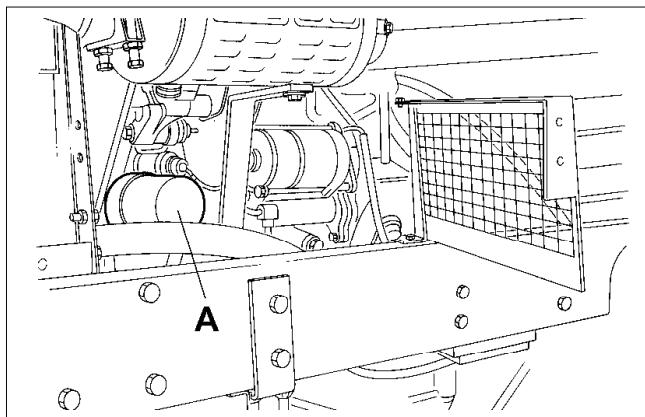

Fig.27
- Ölfilterpatrone (A Bild 27) vom Motor abschrauben und entsorgen.
- (a) Svitare la cartuccia (A Fig. 27) dal motore, toglierla e gettarla.